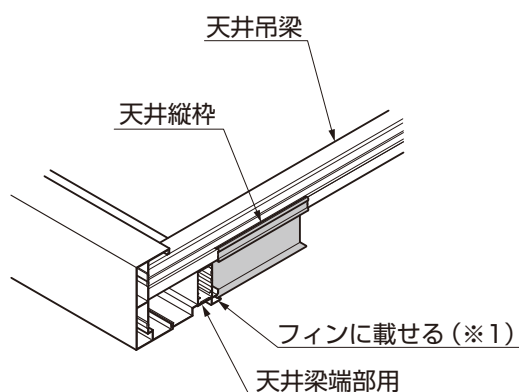
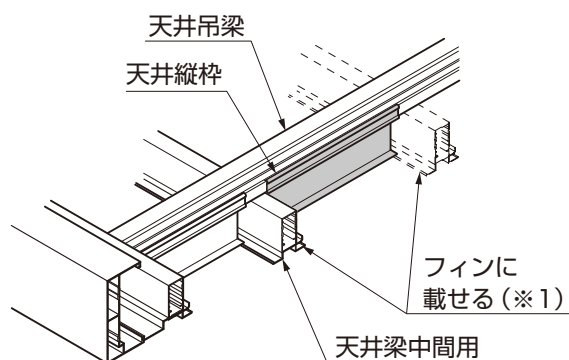

図6-28 天井縦枠の納まり
図6-29 天井縦枠の納まり
- ①天井縦枠を天井吊梁にはめ込んでください。(図6-27、図6-28、図6-29参照)
- 天井縦枠は、必ず天井梁端部用または天井梁中間用のフィン(※1)に載せてください。天井にすき間が生じる可能性があります。(図6-28、図6-29参照)